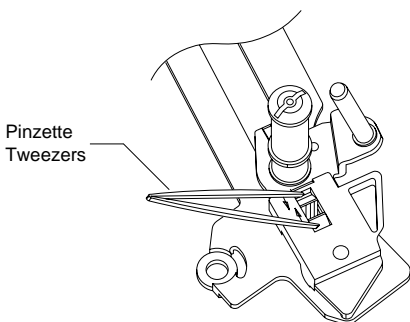
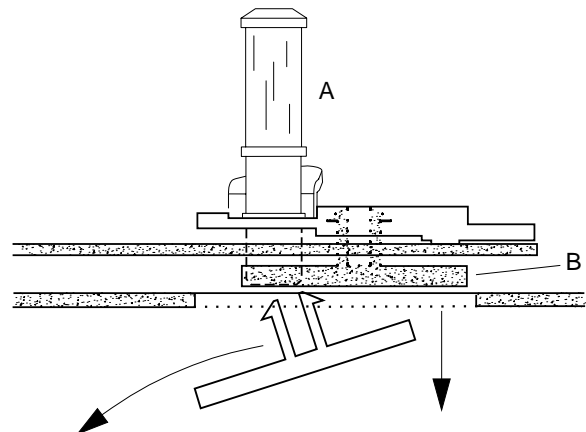

Fig. 18
Fig. 19
- Mit einer Pinzette die beiden Schnapphaken zusammendrücken und die Umlenkrolle von der Platte (Fig. 18) abnehmen.
- Compress the two snap hooks by means of tweezers and remove the reverse roller from the holding plate (Fig. 18).
- Mit einer Pinzette die beiden Schnapphaken zusammendrücken (Fig. 18) und die Umlenkrolle "A" von der Platte "B" abnehmen (Fig. 19).
- Fädelarml links aus der Platte aushängen und diese durch die Aussparung im Chassis nach unten aus dem Laufwerk entfernen (Fig. 19).
- Unhook the tension arm spring (pos. 11) to avoid the tension arm spring being pre-loaded.
- At the bottom side of the tape deck, partially unhinge the sensor print and remove the tension lever (pos.112).
- Compress the two snap hooks by means of tweezers (Fig. 18) and remove the reverse roller "A" from the plate "B" (Fig. 19).
- Release the loading arm (left) from the holding plate and withdraw the latter through the cutout in the chassis (Fig. 19).